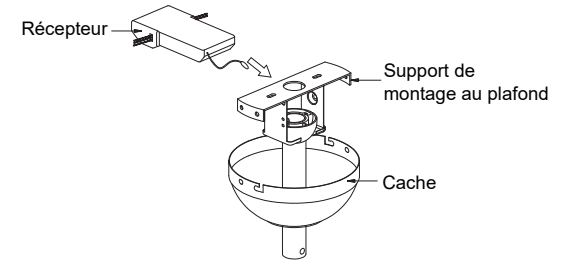

Fig. 12
REMARQUE : Veuillez vérifier que les commutateurs de l'émetteur et du récepteur sont réglés sur la même position. Toute combinaison de réglages fera fonctionner le ventilateur tant que l'émetteur et le récepteur sont réglés sur la même position (**Fig 12**).
Étape 1. Insérez le récepteur dans le support de montage au plafond avec le côté plat du récepteur face au plafond (**Fig. 12**). Pour optimiser la performance, assurez-vous que l'antenne noire à l'extrémité du récepteur reste étendue et qu'elle n'est pas emmêlée avec les fils électriques.